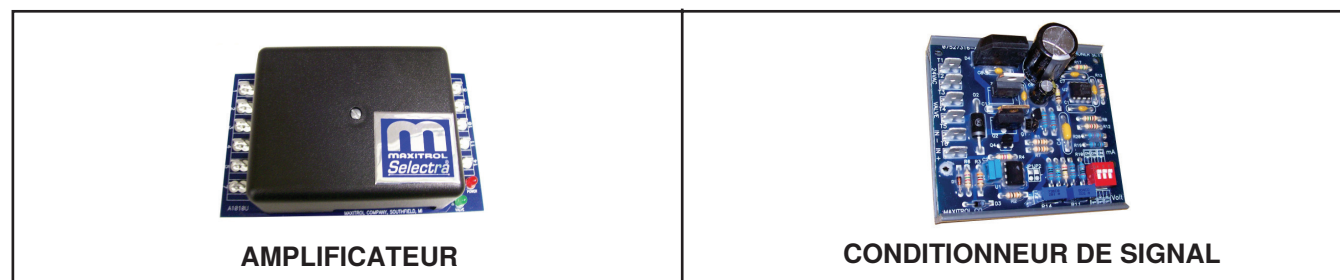
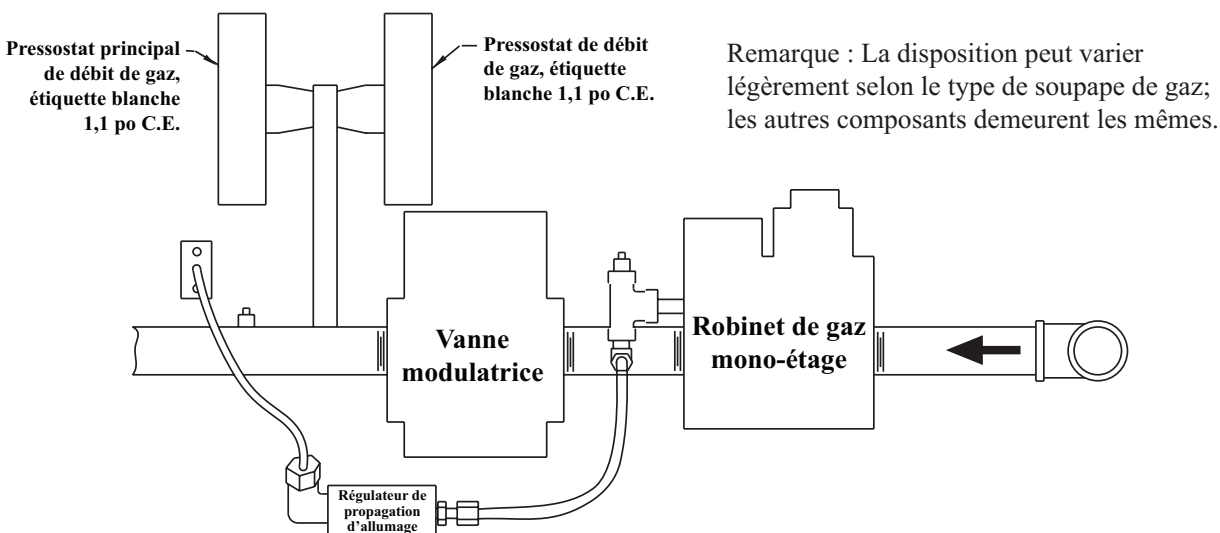

Figure 17. Amplificateur et conditionneur de signal Maxitrol
Figure 18. Disposition typique du collecteur avec modulation électronique
- Modulation électronique entre 50% et 100% de taux de tir (option AG7) :** La modulation électronique de la chaleur commandée par un thermostat d'ambiance de conception spéciale (60–85°F) (15.6–29.4°C). Le sélecteur de température de réglage de l'option AG8 se trouve sur l'amplificateur (voir Figure 17).
- Modulation électronique entre 50% et 100% de taux de tir (option AG21) :** Dans l'option AG21, la fournaise est équipée d'un conditionneur de signal Maxitrol (voir Figure 17) qui fonctionne de façon très semblable à l'amplificateur décrit plus haut pour commander la valve régulatrice. Le conditionneur accepte un signal d'entrée de 4–20mA ou de 0–10V d'un appareil de commande fourni par le client tel qu'un ordinateur. Lorsque les commutateurs dip du conditionneur sont en position ouverte, le conditionneur accepte un signal de 4–20mA. Lorsque les commutateurs dip du conditionneur sont en position fermée, le conditionneur accepte un signal de 0–10V. Le conditionneur convertit le signal en courant c.c. de 0–20V requis pour commander la vanne modulatrice.
- Modulation électronique entre 25% et 100% de taux de tir (options AG39 et AG41) :** L'appareil de chauffage le plus proche de la soufflante possède l'option modulation électronique. Les brûleurs des autres appareils de chauffage reçoivent la commande à deux étages de sondes de température de l'air extérieur appelées modules de commande d'étage de chaleur. L'option AG41 offre un taux de réglage de 6:1 (2 appareils de chauffage) ou de 8:1 (3 appareils de chauffage). L'alimentation en gaz (consultez les exigences de pression dans le Tableau 16) est raccordée à la soupape de gaz à un étage. Pour compenser la perte de pression additionnelle due à la valve de modulation, on règle la pression de sortie de la soupape de gaz à un étage à un niveau plus élevé que sur un collecteur de gaz standard. Le tuyau de la veilleuse est raccordé au port veilleuse de la soupape de gaz à un étage. L'appareil de chauffage doté de ce type de modulation électronique est mis en marche à n'importe quel taux d'écoulement de la plage disponible et maintient une efficacité thermique moyenne égale ou supérieure à l'efficacité thermique à allure maximale. Le circuit de gaz (voir Figure 18) comprend une soupape de gaz à un étage, une valve de modulation et deux pressostats de gaz. Le tiroir à brûleurs est muni d'un dispositif de propagation de l'allumage et d'un allumeur de gaz à tube à régulation de pression. L'allumeur à tube reçoit le gaz du régulateur en même temps que le gaz alimentant le brûleur. Le système est commandé par un amplificateur Maxitrol (voir Figure 17) relié à un indicateur de température à cadran distant. Lorsque la valve reçoit un appel de chaleur de l'amplificateur et que la veilleuse est allumée, le débit de gaz provenant de la soupape à un étage est dirigé à la fois vers la valve de modulation et vers l'allumeur à tube à régulation de pression. Lorsque le signal de l'amplificateur à la valve de modulation demande un fonctionnement à taux moindre que maximal, la valve de modulation diminue le débit de gaz vers le brûleur afin que le taux d'écoulement ainsi réduit maintienne la température désirée. Lorsque le taux d'écoulement est suffisamment abaissé pour réduire la pression de gaz à 1.1 PO CE, le pressostat de gaz principal dans le collecteur actionne le moteur à engrenage qui commande le registre de dérivation de l'aérateur/du système d'air de combustion. En s'ouvrant, le registre de dérivation envoie une partie de l'air d'arrivée directement dans le conduit d'évacuation, ce qui réduit le débit d'air vers le brûleur. Des disjoncteurs de sécurité enregistrent la position du registre de dérivation. Lorsque la pression du gaz > 1.1 PO CE, le registre de dérivation se referme. Même si la sonde est munie d'un tube de mélange, à cette distance du refoulement, elle ne reçoit pas un véritable mélange, de sorte que la température captée par la sonde est légèrement plus élevée que l'air qui entre dans le conduit. Pour que le système produise une chaleur confortable, réglez le sélecteur légèrement plus bas pour compenser cette différence. Le décalage de température varie d'une installation à l'autre. Si vous avez besoin d'une corrélation directe entre ces deux températures, placez la sonde ailleurs dans le conduit à 10 ou 12 pieds (3 à 3.7 mètres) du refoulement de l'appareil de chauffage. De conception unique, ce système de modulation nécessite des réglages de la pression d'air de combustion différents de ceux du système standard. Consultez le Tableau 14 pour les réglages approximatifs du contacteur de détection d'air de combustion au niveau de la mer. Consultez le Tableau 16 pour les exigences de pression. Reportez-vous à la section [Dépannage du circuit de sécurité du volet d'air de combustion de dérivation sur les unités avec option AG39, AG40, AG41 ou AG42](#) pour le dépannage.
- **Modulation électronique entre 25% et 100% de taux de tir (options AG40 et AG42) :** La fournaise est équipée d'un conditionneur de signal Maxitrol (voir Figure 17) qui accepte un signal d'entrée de 4–20mA ou de 0–10V d'un dispositif de commande tel qu'un ordinateur fourni par le client. Lorsque les commutateurs dip du conditionneur sont en position ouverte, le conditionneur accepte un signal de 4–20mA. Lorsque les commutateurs dip du conditionneur sont en position fermée, le conditionneur accepte un signal de 0–10V. Le conditionneur convertit le signal en courant c.c. de 0–20V requis pour commander la vanne modulatrice. L'appareil de chauffage fonctionne et possède les mêmes caractéristiques que pour les options AG39 et AG41, sauf que les réglages de température sont sélectionnés par le logiciel et qu'il n'y a ni sélecteur de température ni capteur de conduit. De conception unique, ce système de modulation nécessite des réglages de la pression d'air de combustion différents de ceux du système standard. Consultez le Tableau 14 pour les réglages approximatifs du contacteur de détection d'air de combustion au niveau de la mer. Consultez le Tableau 16 pour les exigences de pression. Reportez-vous à la section [Dépannage du circuit de sécurité du volet d'air de combustion de dérivation sur les unités avec option AG39, AG40, AG41 ou AG42](#) pour le dépannage.